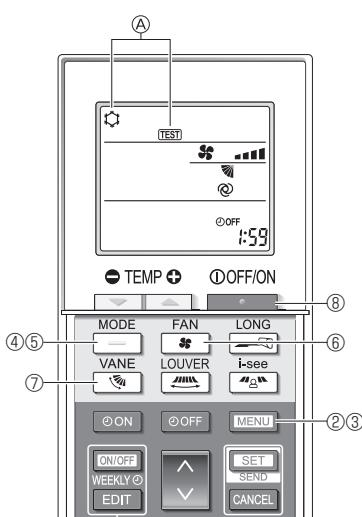

Fig. 7-5
- Tryk på **[MENU]**-knappen i 5 sekunder. (Fig. 7-5)
Ⓐ [TEST] og den aktuelle funktionsmåde vises. (Fig. 7-5)